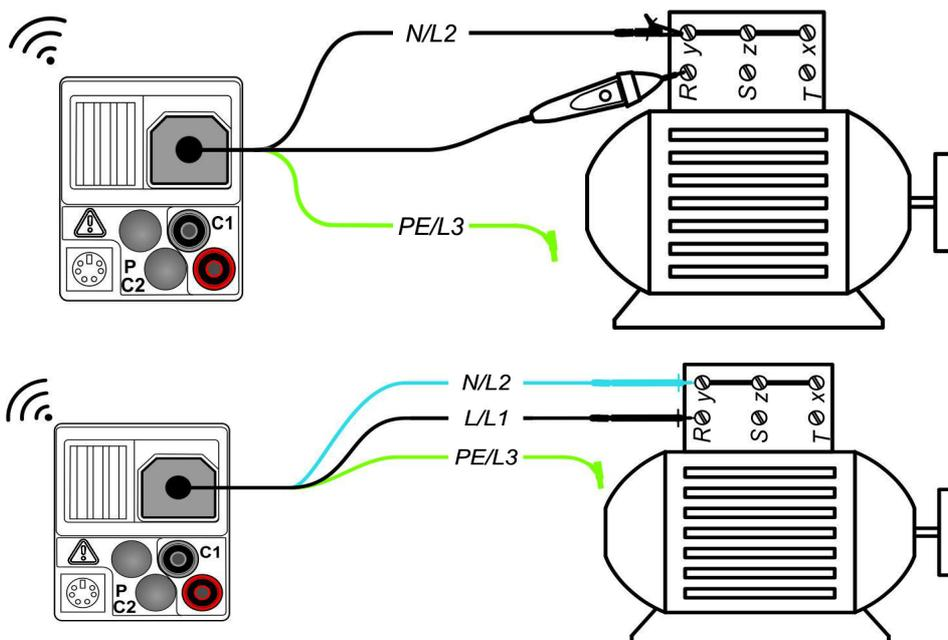

Abbildung 5.11: Anwendung der Commander-Prüfspitze und 3-Leiter-Prüfleitung
- Kontaktieren Sie die Prüflleitungen an das Prüfobjekt (siehe Abbildung 5.11).